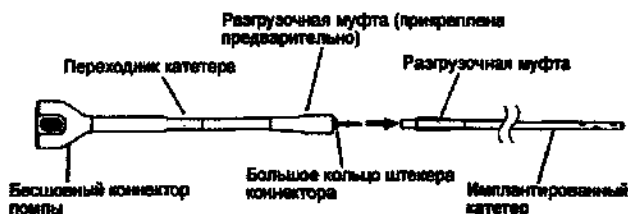

Рис. 4. Введение штепера коннектора.
2. На переходнике катетера надежно возьмитесь пальцами за ранее прикрепленную разгрузочную муфту около штепера коннектора и вставьте ее в имплантированный катетер так, чтобы катетер оказался напротив большого кольца штепера коннектора. Соблюдайте осторожность, чтобы не сместить находящийся в спинном канале катетер (Рис. 4).